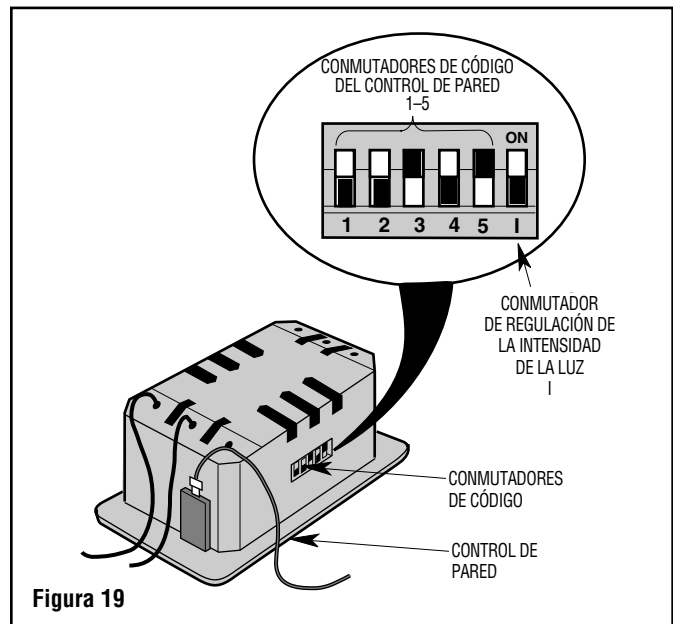

Figura 19
El control de pared tiene conmutadores de código que se deben ajustar en una de las 32 combinaciones posibles de códigos (Figura 19). Las cinco palancas (numeradas 1, 2, 3, 4 y 5) ubicadas en los conmutadores están ajustadas de fábrica en la posición de encendido (ON) (hacia arriba). Cambie los ajustes de los conmutadores de la siguiente manera: